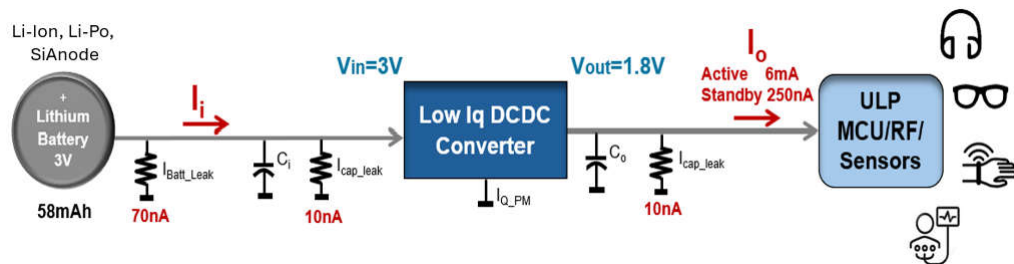

图 1. 适用于电池供电应用的低 I_Q 降压转换器
德州仪器 (TI) 提供丰富的小尺寸、低静态电流降压转换器产品系列，专为满足电池供电可穿戴器件的严格要求而设计，如图 1 所示。我们正积极推进产品路线图的演进，确保产品设计不仅满足当前的 I_Q 要求，还能适应下一代电池技术。